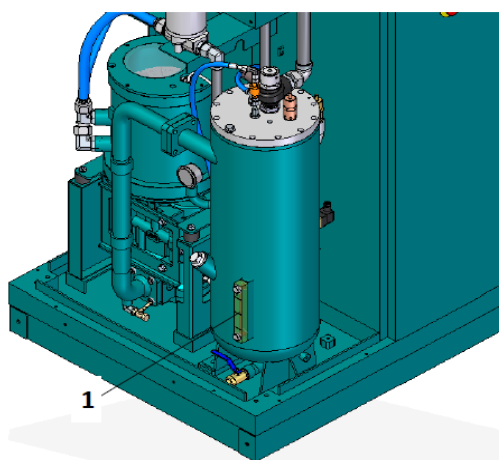

图 30：检查观油镜
4. 检查观油镜(图 30/1)并确认冷却液是否于标准液位。